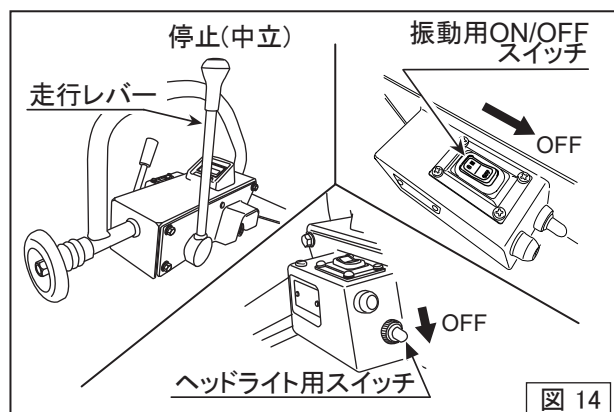

図 14
- 走行レバーを停止(中立)、振動用ON/OFFスイッチ及びヘッドライト用スイッチはOFFの位置にします。(図14)
- 振動用ON/OFFスイッチをOFFにし、走行レバーを停止(中立)に戻してください。振動が停止したことを確認してから調速レバーを停止位置にします。(P15, 図14)